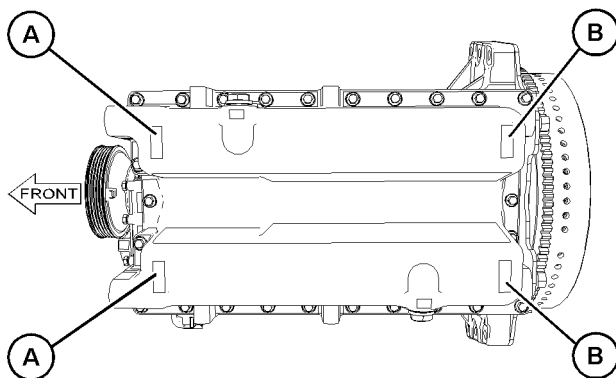

Abbildung 39
- (A) Vordere Auflagen
- (B) Hintere Auflagen
Die Auflagen an den Positionen (A) können eine maximale, gleichmäßig verteilte Last mit einem Gesamtgewicht von 912 kg (2010 lb) tragen (siehe Abbildung 39).
Die Auflagen an den Positionen (B) können eine maximale, gleichmäßig verteilte Last mit einem Gesamtgewicht von 386 kg (851 lb) tragen (siehe Abbildung 39).